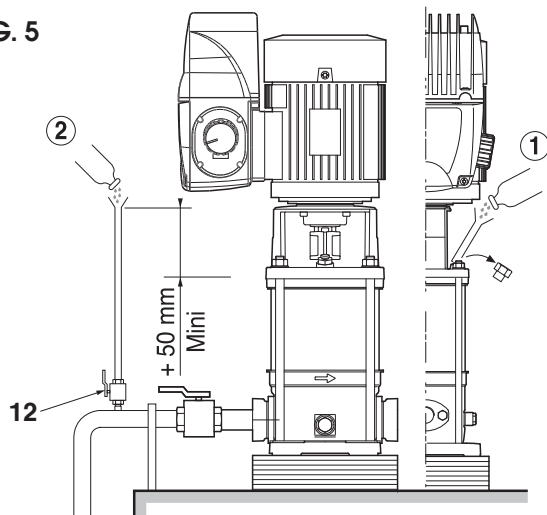

FIG. 6
- Kit d'aspiration • vannes d'isolement • réservoir à vessie ou galvanisé • réservoir anti bélier • contre bride à souder (Acier) ou à visser (Inox) • clapets anti-retour (à ogive ou à battant avec ressort si fonctionnement en MODE 2) • clapet de pied de crépine • manchons antivibratoires • protection manque d'eau réseau de ville (**FIG. 6 - rep. 21**) • kit capteur de pression de régulation : (précision : ≤1%; utilisation entre 30% et 100% de la plage de lecture)...